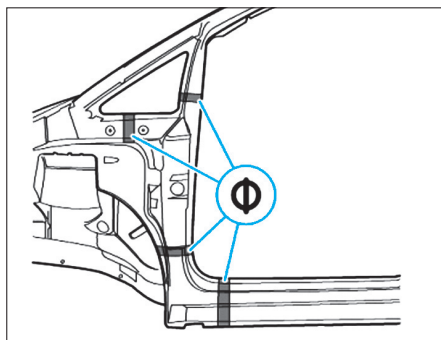

FIG. 25
- Souder le montant A inférieur à la pointeuse électrique (Fig.25).